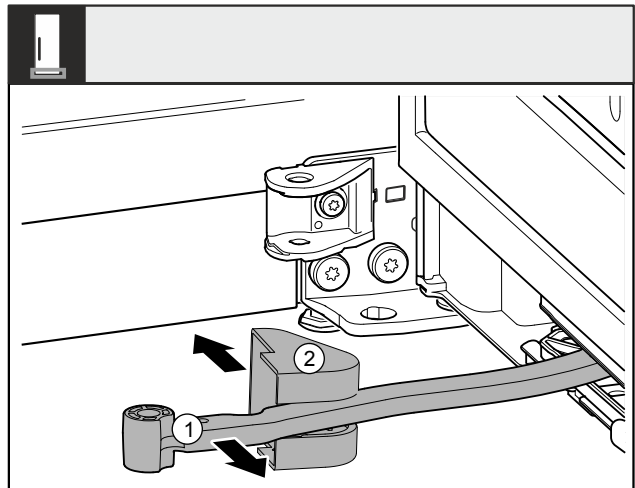

Fig. 11
- Gelenk Fig. 11 (1) in Richtung Tür drehen.
- Lagerbockabdeckung Fig. 11 (2) entfernen.